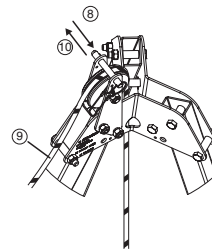

Fig. 10
8. Ta bort kulskruven som sitter ovanför returtrissan uppe på tracode tripoden (Fig. 10, 8).
9. Dra derope™-linan runt returtrissan (Fig. 10, 9).
10. Skruva tillbaka kulskruven för att undvika att repet släpper från returtrissan (Fig. 10, 10).